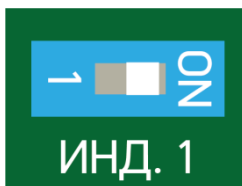

Рисунок 7.17
– снять крышку БОС. Включить сигнальный светодиод установкой флажка выключателя (поз.3, рисунок 7.1) в правое положение (положение «ON») (рисунок 7.17);